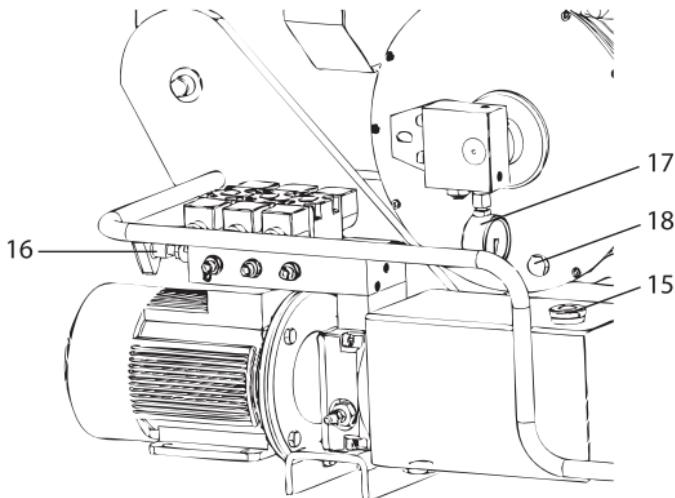
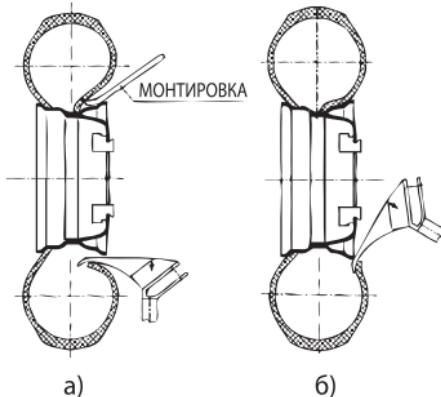

Рисунок 11 – Основные элементы станка
Рисунок 14
Усилие разжима самоцентрирующего патрона регулируется рукояткой 16 (рис.11). Значение давления снимаются с манометра 17 (рис.11). Рабочий интервал усилий патрона, развиваемой гидросистемой станка составляет 20...100Бар (2...10МПа).
Для того, чтобы отрегулировать давление гидросистемы, следует разжать патрон (без колеса!) до предела и, удерживая переключатель зажима/разжима в левом положении (разжим), отрегулировать давление рукояткой 16 (рис.11) до требуемого значения.
- Монтажную стойку 19 (рис.11б) отведите в нерабочее положение;
- Установите колесо на рабочую площадку 20 (рис.11б);
- Совмещаем оси патрона и колеса таким образом, чтобы ось патрона была выше оси колеса на 5-15мм, путём поднятия и опускания балки 7 (рис.11б);
Диаметрально-противоположно от монтажного рычага борт шины столкнуть монтировкой во внутренний желоб обода (рис. 14а).
Подводя монтажный рычаг к закреплённому колесу с помощью пульта управления, введите монтажный рычаг между закраиной обода и бортом шины, пока на нем не окажется борт шины (рис. 14а). В случае твердых шин монтажный рычаг вводите между закраиной обода и бортом шины при периодически вращающемся колесе.
Когда положение рычага и монтировки будет соответствовать (рис. 14а), монтировку необходимо вынуть и вытащить фиксирующий штифт монтажной головки 10 (рис.11б).
пор, пока монтажный рычаг, опираясь о закраину обода, не оттянет борт шины наружу за внешний край обода (рис. 14б) и вставьте фиксирующий штифт во второе отверстие.